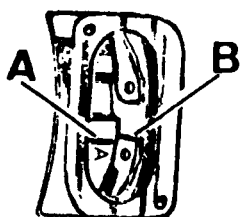
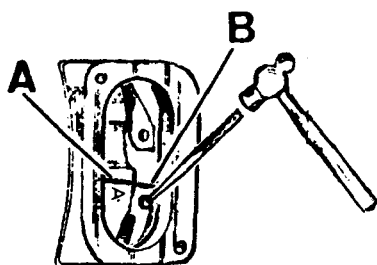

Fig. A1-47 Desfase en el sincronizado de la bomba
Fig. A1-48 Corrección del desfase en el sincronizado de la bomba
D) Si al realizar la prueba anterior, ésta no fuera satisfactoria, o sea, - que la marca, A (Fig. A1-47) no coincide con el extremo recto, B (Fig. - A1-47) del anillo de sincronización, se desplazará dicho anillo hacia el lado que proceda, empleando un botador y un martillo (Fig. A1-48) hasta conseguir alinear la marca, A (Fig. A1-48) con la parte recta, B (Fig. - A1-48) del anillo. Quedando así la bomba sincronizada y preparada para - su montaje sobre el motor.